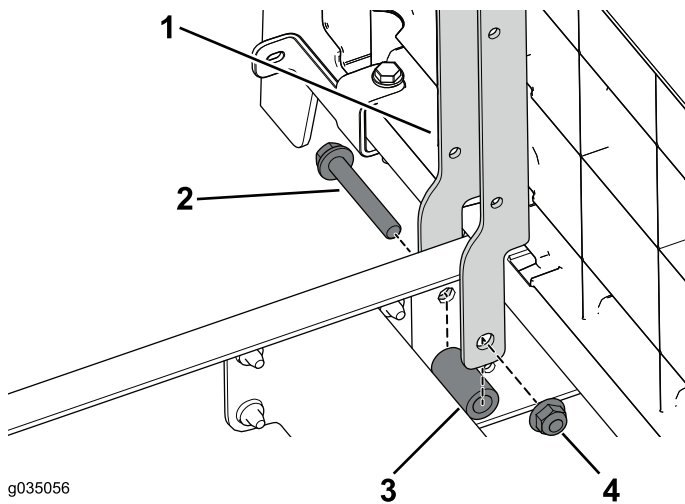

Bild 37
1. Befestigen Sie die Sitzstützen mit den zwei Schrauben (3/8" x 2 1/2"), Distanzstücken und Bundmuttern am vorderen Abschnitt der Maschine (Bild 37).